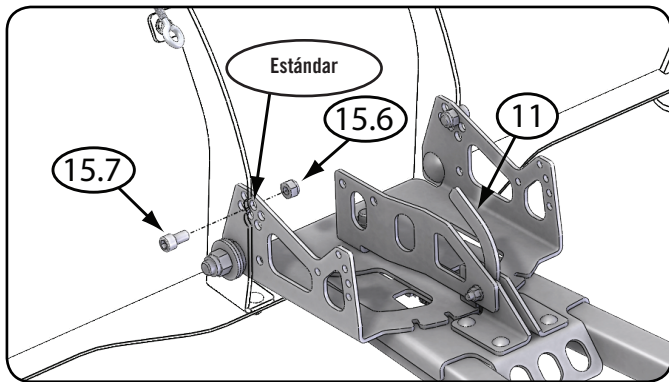

Figura 9 - Perno de ajuste variable (resorte no demostrado para claridad)
La figura 9 muestra la posición estándar.
8. Con los resortes instalados y la cuchilla ajustable bajo tensión, instale un tornillo de cabeza hexagonal (15.7) de  $\frac{3}{4}$  in. (19.1 mm) usando una llave Allen o pinzas de  $\frac{3}{8}$  in. (9.5 mm) y tuerca de seguridad (15.6) de  $\frac{7}{16}$  in. (11.1 mm) adentro del orificio de la posición de ajuste deseada. Como se muestra en la figura 9.